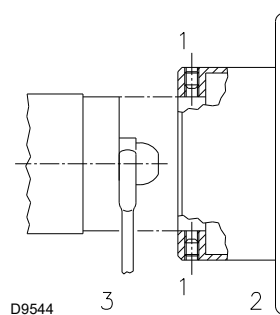

Рис. 20
- затягніть її накидним гайковим ключем через центральний отвір диска стабілізатора полум'я або відкрутіть гвинти 1) (Рис. 20);